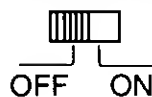

Fig. 1
Lorsque ce commutateur ② est à la position ON, le filtre est relié au circuit de l'amplificateur. Lorsqu'il est à la position OFF, le filtre n'est plus actif. (Voir Fig. 1 ci-contre.)